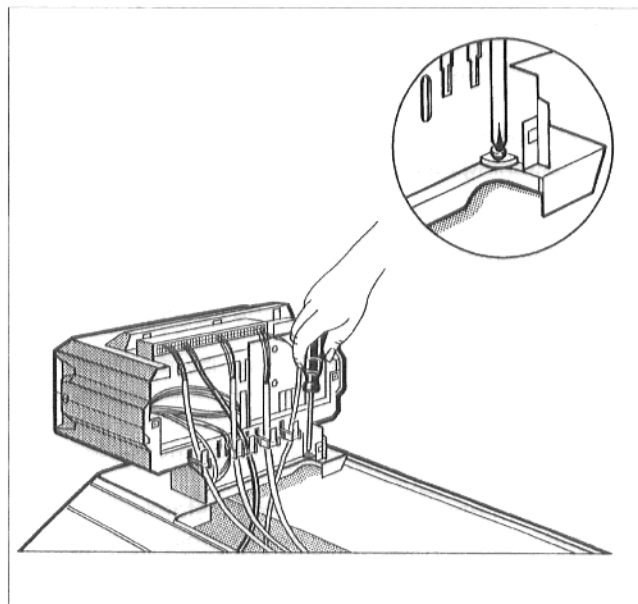

Fig. 17
- Regulering fastskrues i de bageste hjørner af kabelgennemføringen til den forreste del af kedlens topplade med to skruer (Fig. 17).